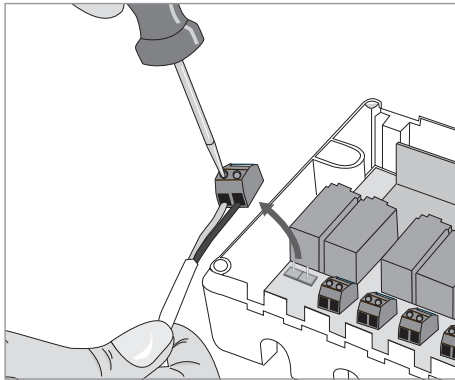

Fig. 8 De thermomotor aansluiten op een kroonsteentje
- Sluit de kabels van de motoren op de kroonsteentjes aan (max. 2 stuks per klem) en plaats ze terug op het contact van het gewenste kanaal (zie fig. 8).